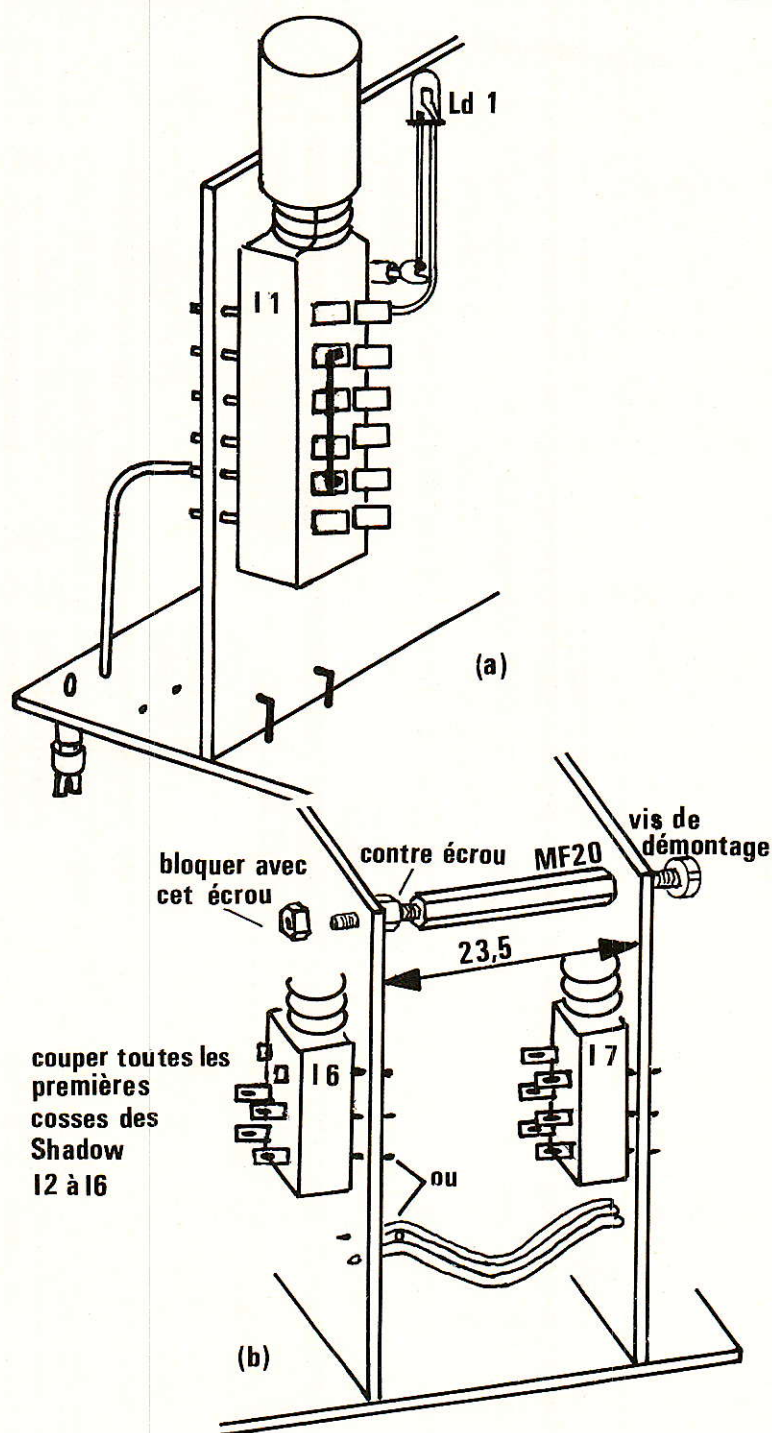
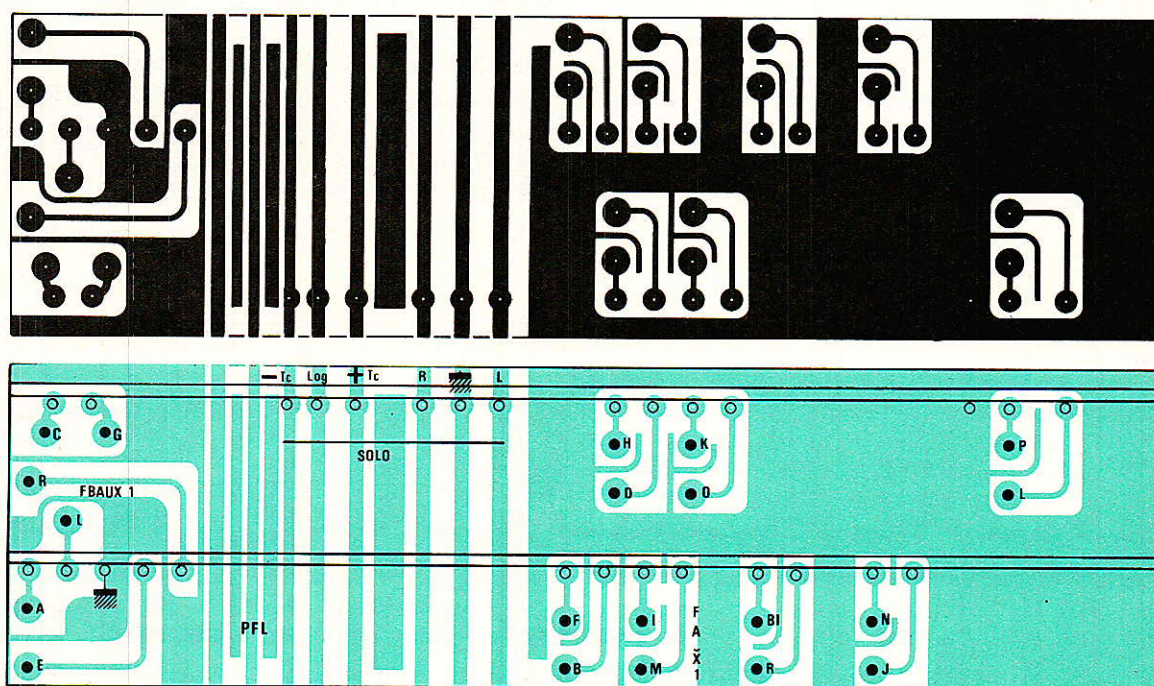

Figure 5 - Détails de branchements entre cartes.
Figure 15 - Correction du CI de la figure 5 du n° 463.
La **figure 5** donne des renseignements utiles, sous forme de dessins de détails :
— De la carte principale à la carte mère ; le transfert de I₁ aux pistes d'entrées est doublé (raison de la disparition du strap visible à la figure 5). Les précautions prises pour la pose des faces avant MONO s'appliquent à nouveau intégralement.
N° 472 * Figure 5 page 52, « vers Asym. Out, MC01 (2) » lire ML01 (2) bien sûr.
N° 463 * A la figure 5, une liaison manquait au dessin du CI. La correction est faite **figure 15**.